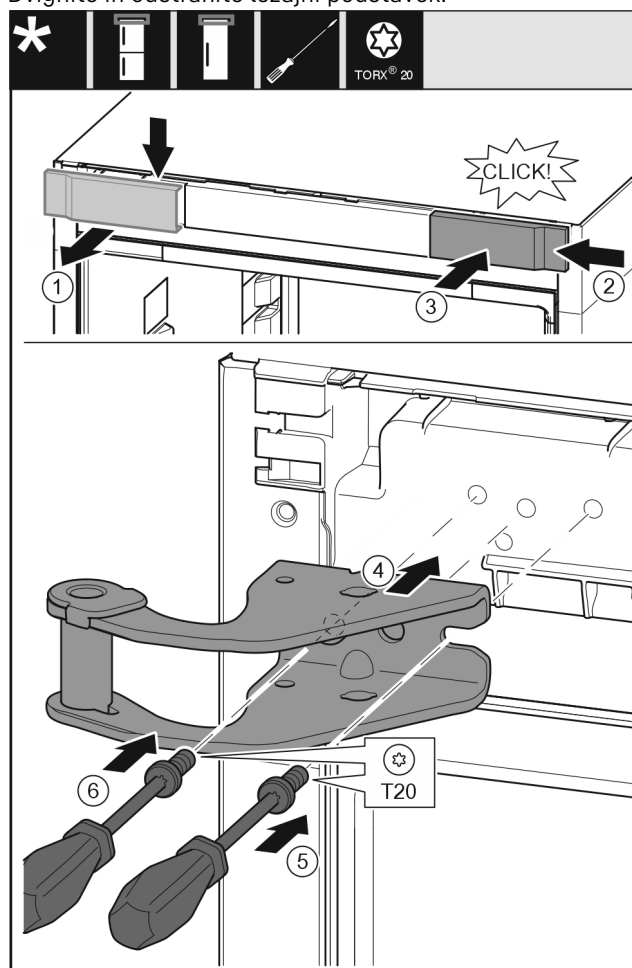

Fig. 10
- ▶ Pokrov snemite od zgoraj v smeri naprej. Fig. 10 (1)
- ▶ Pokrov, obrnjen za 180°, namestite na drugi strani desne strani. Fig. 10 (2)
- ▶ Zataknite pokrov. Fig. 10 (3)
- ▶ Pristavite zgornji ležajni podstavek. Fig. 10 (4)
- ▶ Vijak vstavite z izvijačem T20 in ga zategnite. Fig. 10 (5)
- ▶ Vijak vstavite z izvijačem T20 in ga zategnite. Fig. 10 (6)